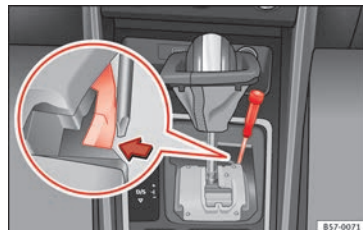

Fig. 58 Leva selettoria: sblocco di emergenza dalla posizione di parcheggio.
- Aiutandosi con un cacciavite, premere lateralmente il gancio giallo di sblocco  **fig. 58** e tenerlo premuto.